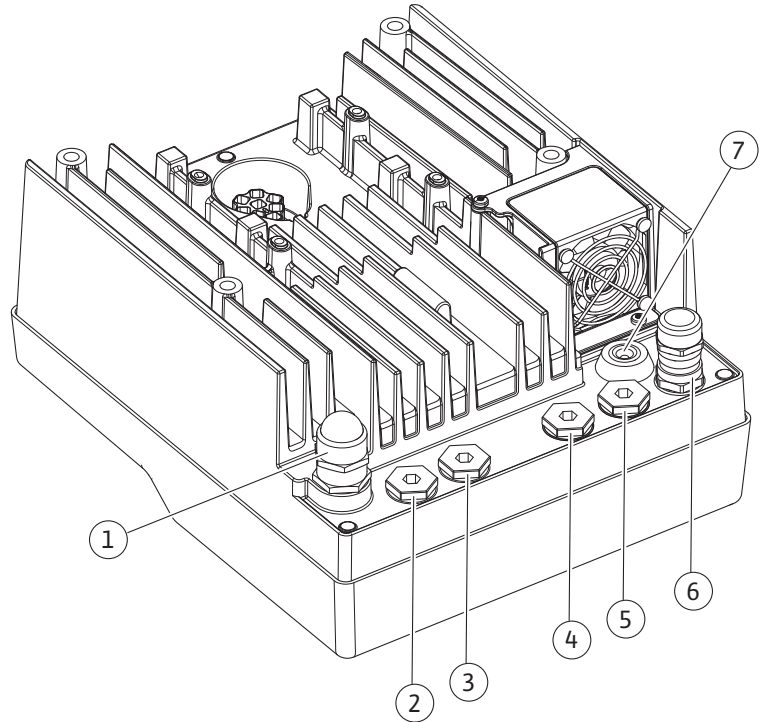

Fig. 10: Kablo rakorları/kablo bağlantıları
- Bina otomasyonunda CIF modülü (bus iletişimi): Blendaj, elektronik modül üzerindeki kablo kılavuzuna bağlanır (Fig. 10).
4. Kablo bağlantısını kablo rakoru M25 (Fig. 10, poz. 1) üzerinden geçirin. Kablo rakorunu öngörülen tork ile sıkın.